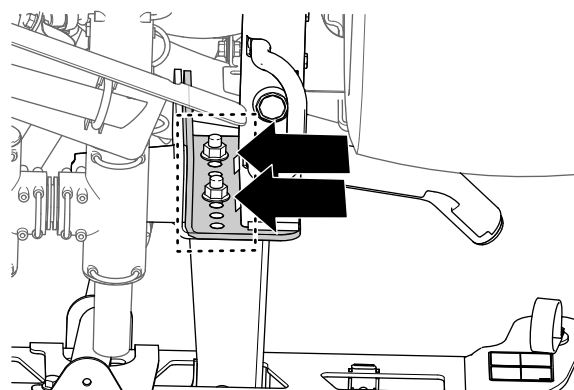

Figura 46
- Utilizzate un pezzo di nastro adesivo per segnare i fori in cui i 4 bulloni a testa flangiata (1/2" x 1 1/4") e i 4 dadi di bloccaggio flangiati (1/2") fissano le staffe di supporto per la sezione di irrorazione centrale alla piastra di montaggio della macchina (Figura 46).